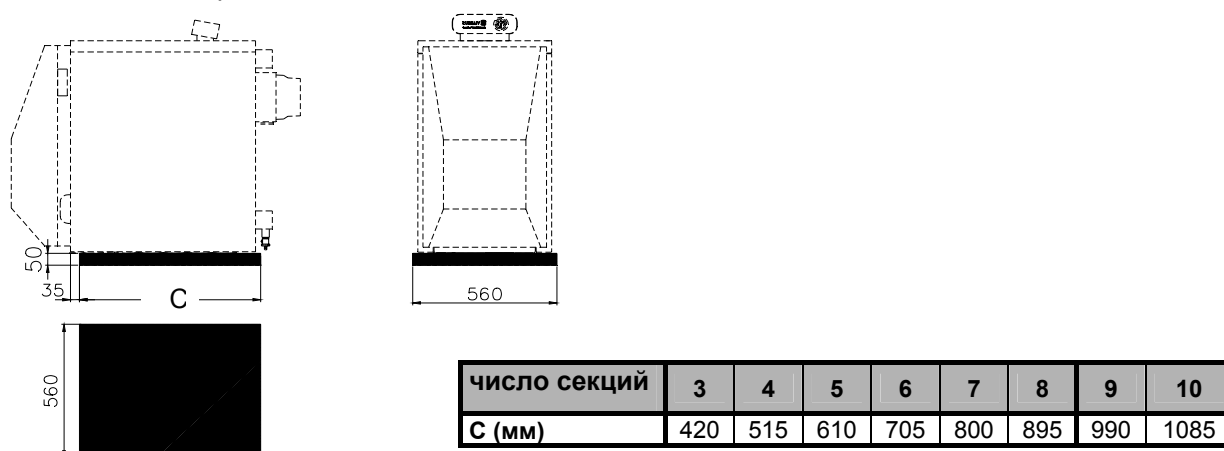

Рис. 5 Глубина цоколя
1. Расположение на полу из негорючего материала (рис. 5)